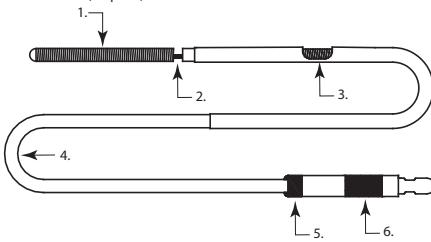

Рисунок 1
- Медленно выньте отсоединяемую спираль Axium™ Prime из гильзы интродьюсера в ладонь своей руки в перватке и осмотрите спираль и зону отсоединения на наличие неровностей. Визуальная проверка является обязательным условием ввиду потенциальных рисков, которые влекут за собой неровности. При наличии неровностей возьмите новую отсоединяемую спираль Axium™ Prime (см. рис. 1).